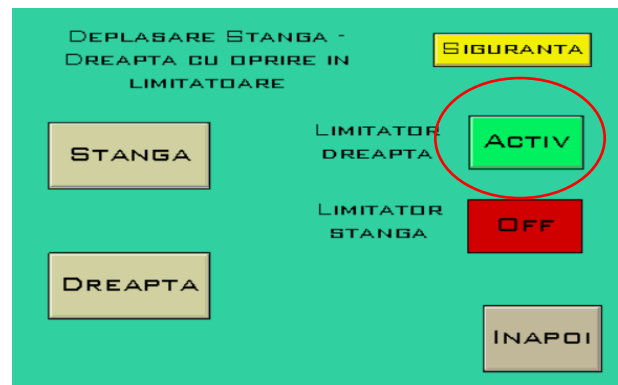

Figura 17. Buton de tip led pentru limitatorul din partea dreaptă
c. Dacă se dorește oprirea platoului din deplasarea spre dreapta se așteaptă până când platoul trece peste limitatorul din partea dreapta, cu adresa 0.05, iar pe interfața HMI-ului, se va activa butonul “Limitator dreapta” – figura 17.